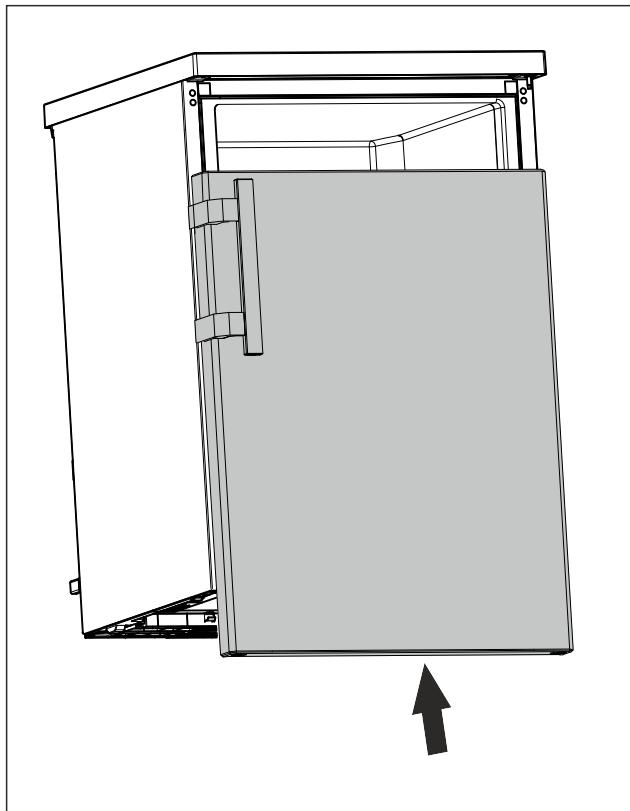

Fig. 21
- ▶ Плъзнете вратата върху горния болт, когато е затворена. (виж Fig. 21)